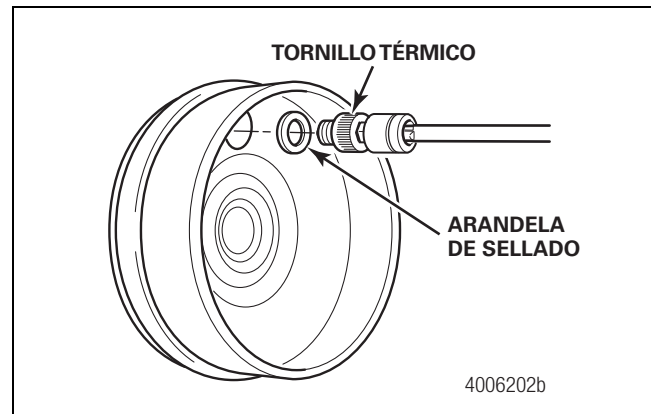

Figura 5.16
1. Retire el tornillo térmico sensible al calor activado usando una llave Allen de 5/32 de pulgada (4 mm). Figura 5.16.